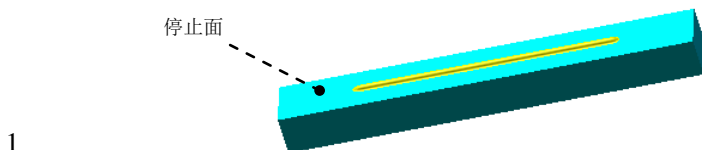

图 15.3.24 成形工具 4
Step8. 创建图 15.3.24 所示的零件特征——成形工具 4。
- (1) 选择命令。选择下拉菜单 **插入(I)** → **钣金(B)** → **成形工具** 命令。
(2) 定义成形工具属性。激活“成形工具”对话框的 **停止面** 区域, 选取图 15.3.24 所示的模型表面为停止面。
(3) 单击  按钮, 完成成形工具 4 的创建。